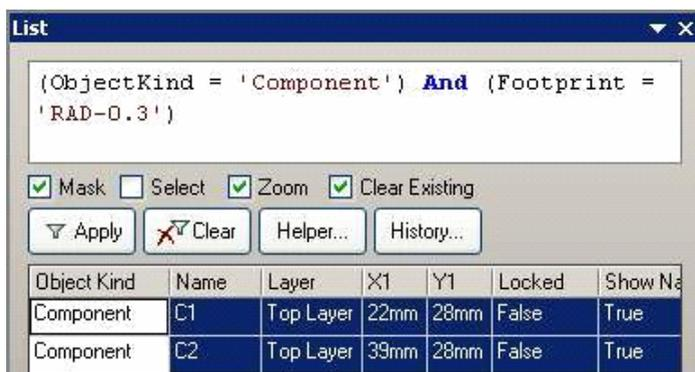

Рис. 11. Панель *List*
- в нижней части окна включить опцию *Select Matching* для выделения всех компонентов, удовлетворяющих данному критерию, и нажать кнопку *Apply* (применить). На экране появится панель *List* (рис. 11), в верхней части которой будет показано текстовое описание запроса, а в нижней части приведен список объектов чертежа печатной платы, удовлетворяющих этому запросу. При необходимости данный запрос можно расширить с помощью конструктора запросов, вызываемого кнопкой *Helper*;